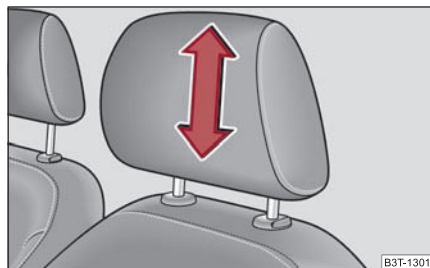

Fig. 77 Reglarea tetierei
- Cuprindeți tetiera cu ambele mâini de părțile laterale și trageți în sus ⇒ fig. 77.